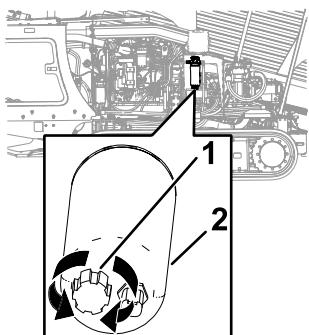

Figura 96
3. Posicione uma bandeja de drenagem sob o filtro de combustível primário (Figura 96).
4. Gire a válvula de drenagem no fundo do filtro de combustível primário no sentido anti-horário, dando 2 ou 3 voltas, e drene a água e os sedimentos que estiverem presentes no filtro de combustível (Figura 96).